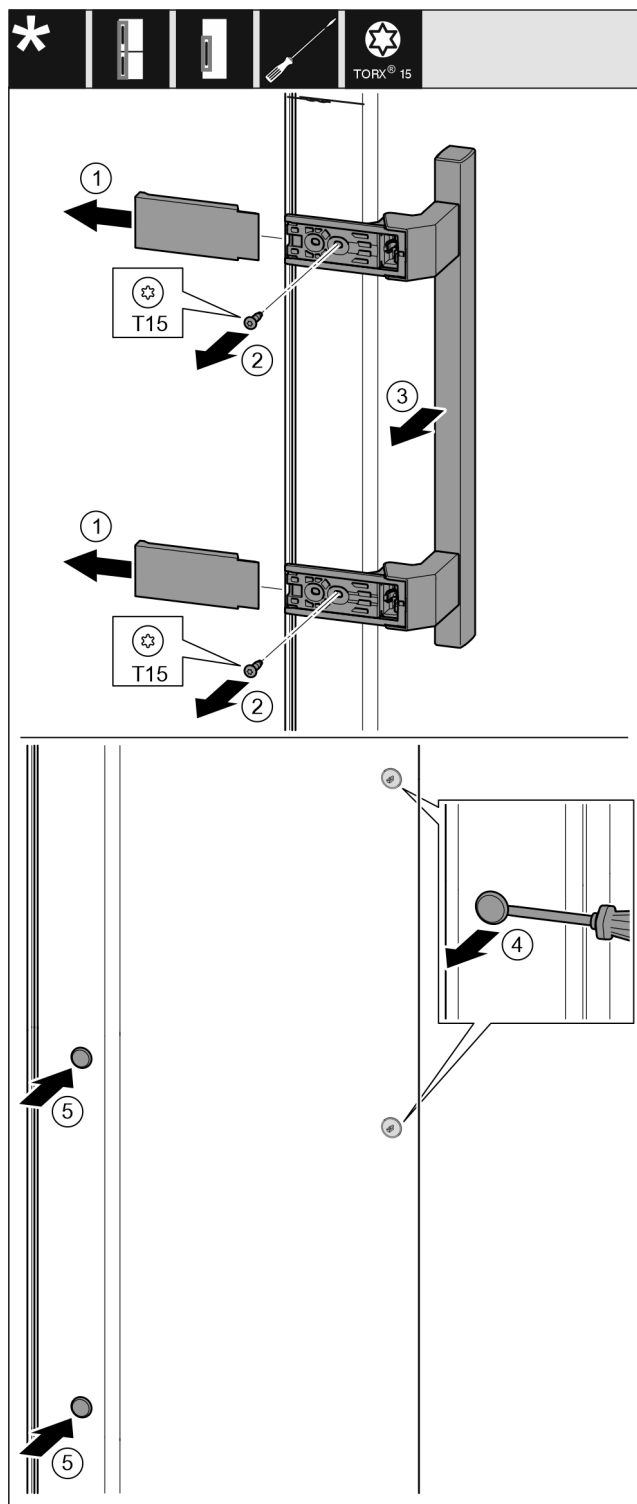

Fig. 20
- ▶ Rimuovere la copertura. Fig. 20 (1)
- ▶ Svitare le viti con il cacciavite T15. Fig. 20 (2)
- ▶ Rimuovere la maniglia. Fig. 20 (3)
- ▶ Con un cacciavite a testa a intaglio sollevare con cautela i tappi laterali ed estrarli. Fig. 20 (4)
- ▶ Inserire nuovamente i tappi sull'altro lato. Fig. 20 (5)